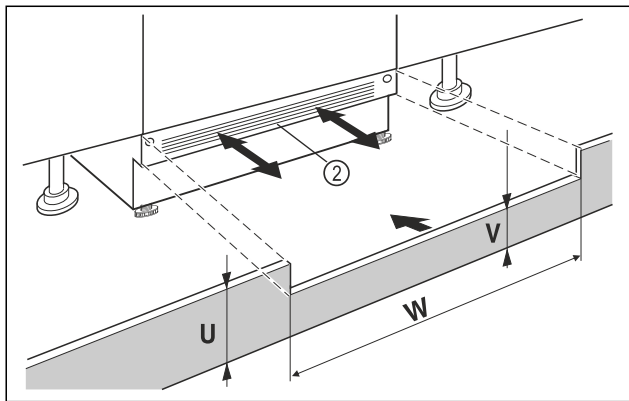

Fig. 15 Ilustrační zobrazení
- ▶ Nasadte krycí lištu spotřebiče Fig. 15 (2) ale ještě nepřipevňujte.
- ▶ U viditelné krycí lišty Fig. 15 (2) tuto lištu vytáhněte dopředu natolik, až jsou přední hrana větrací mřížky a nábytkové krycí lišty zarovnané.
- ▶ Při zakryté krycí liště Fig. 15 (2) tuto lištu zasuňte úplně dozadu.
- ▶ Dbejte a zcela volné větrací štěrby: V případě potřeby přirázíte krycí lištu nábytku Fig. 15 (U) na potřebnou výšku!
- ▶ Podél šířky výklenku Fig. 15 (W) přizpůsobte výšku můstku Fig. 15 (V) pod krycí lištu spotřebiče Fig. 15 (2).